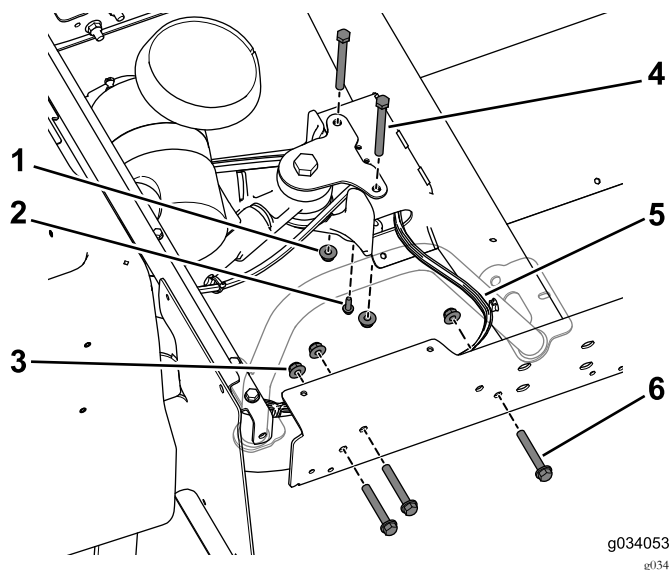

Figura 28
bastidor trasero (Figura 28). Haga esto en ambos lados de la máquina.
Nota: Asegúrese de que el arnés de cables sale del perfil central en el lado derecho (Figura 28).
9. Utilice el tornillo autorroscante (1/4" x 3/4") para sujetar el acoplamiento en T del tubo de freno al perfil central (Figura 28).
10. Utilice los 2 pernos (3/8" x 3 3/4") y las tuercas con arandela prensada para conectar provisionalmente el perfil central al soporte trasero (Figura 28).